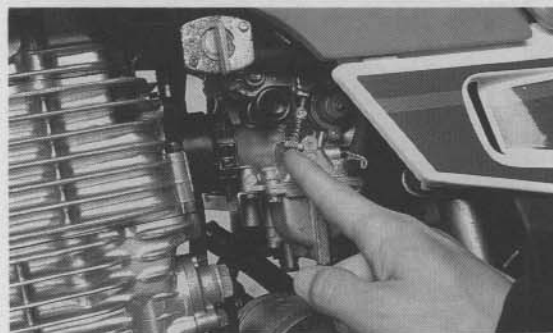

Bild 13
- Regulierung durch Herausdrehen (Drehzahl senken) oder Hineindrehen (Drehzahl erhöhen) der Anschlagschraube (Bild 13) vornehmen.